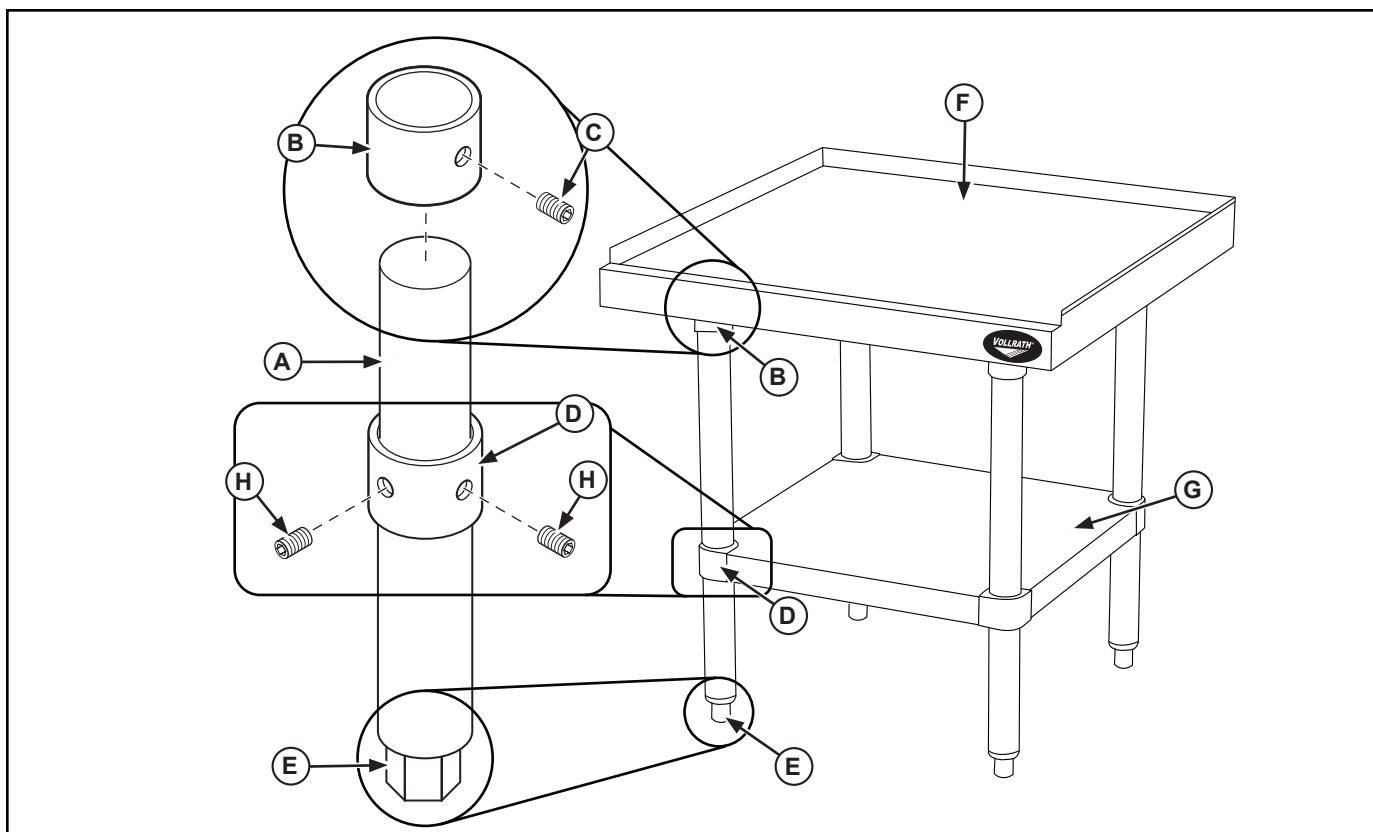

Figura 1. Montaje del pedestal para equipos.
3. Introduzca la pata (A) en el collarín de apoyo (B) hasta que haga contacto con la parte superior (F). Puede que sea necesario aflojar el tornillo Allen (C) para deslizar completamente la pata en el collarín de apoyo (B). Repita el procedimiento con todas las patas. Consulte la Figura 1.
4. Apriete los tornillos (C) en los collarines de apoyo (B).
5. Deslice la repisa (G) sobre las patas (A). Puede que sea necesario aflojar los tornillos Allen (H) para deslizar completamente la repisa (G) sobre las patas (A).
6. Coloque la abrazadera de la repisa (D) de modo que la superficie superior de la repisa (G) esté a 20.3 cm (8") del piso.